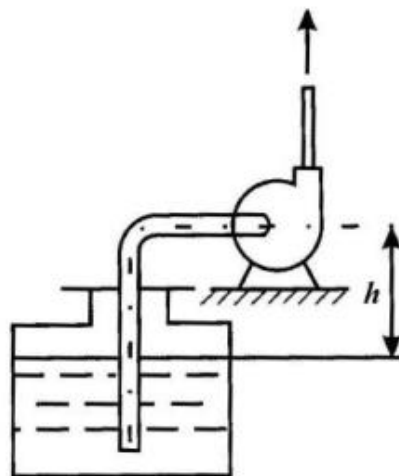

Рисунок 2
Для заданного объекта управления (рис. 2) выбрать и обосновать размеры, усилия, скорости конструктивных элементов; в соответствии с технологическим процессом разработать циклограмму и принципиальную пневмосхему; провести моделирование пневмосистемы в программе FluidSIM; рассчитать рабочие параметры и выбрать элементы системы.
Рис. 2. Устройство для нанесения клея: 1 – штатив; 2 – подлежащий склеиванию узел; 3 – держатель заготовок; 4 – стопорный цилиндр; 5 – поворотный модуль; 6 – подъемный цилиндр; 7 – пневматический цилиндр; 8 – бачок с клеем; 9 – дозирующий насос; 10 – трубопровод для подачи клея; 12 – транспортер.
2. Минеральное масло ($\rho=810 \text{ кг/м}^3$, $\nu=3 \cdot 10^{-4} \text{ м}^2/\text{с}$) перекачивается из открытого резервуара (рис. 2) потребителю с расходом $Q=7,55 \text{ дм}^3/\text{с}$. Высота всасывания $h=2 \text{ м}$, показание вакуумметра, установленного в конце всасывающей линии ($l=10 \text{ м}$, $d=80 \text{ мм}$, трубы сварные новые), $p_v=49,1 \text{ кПа}$. Определить суммарный коэффициент местных сопротивлений на всасывающей линии, считая его не зависящим от числа Рейнольдса.